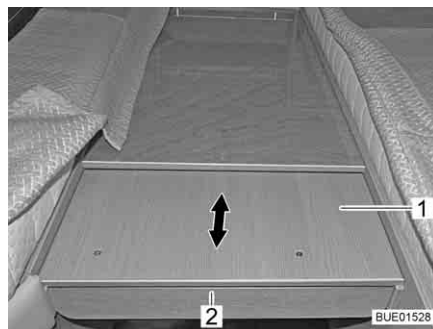

Bild 118 Bettverbreiterung herausziehen
- Unter die Blende (Bild 118,2) fassen und die Verlängerung (Bild 118,1) bis zum Anschlag herausziehen.